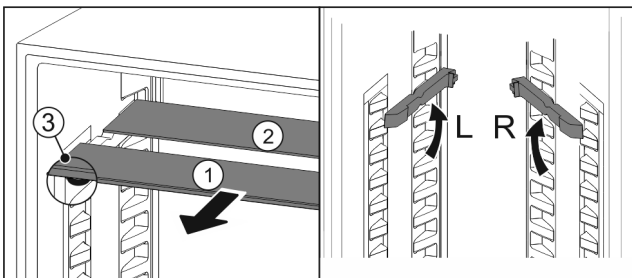

Fig. 96
- ▶ Glasplatten einzeln nach vorne herausziehen Fig. 96 (1).
- ▷ Glasplatte Fig. 96 (1) mit Zierleiste liegt vorne.
- ▷ Stopps Fig. 96 (3) zeigen nach unten.